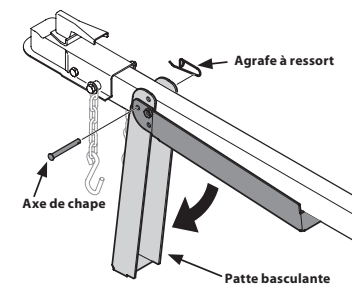

Figure 2
7. Retirez l'agrafe à ressort et l'axe de chape de la patte basculante sur le timon. Faites pivoter la patte basculante vers le sol à la position de fonctionnement. Voir Figure 2.
8. Fixez la patte basculante en position à l'aide de l'axe de chape et de l'agrafe à ressort. Voir Figure 2.